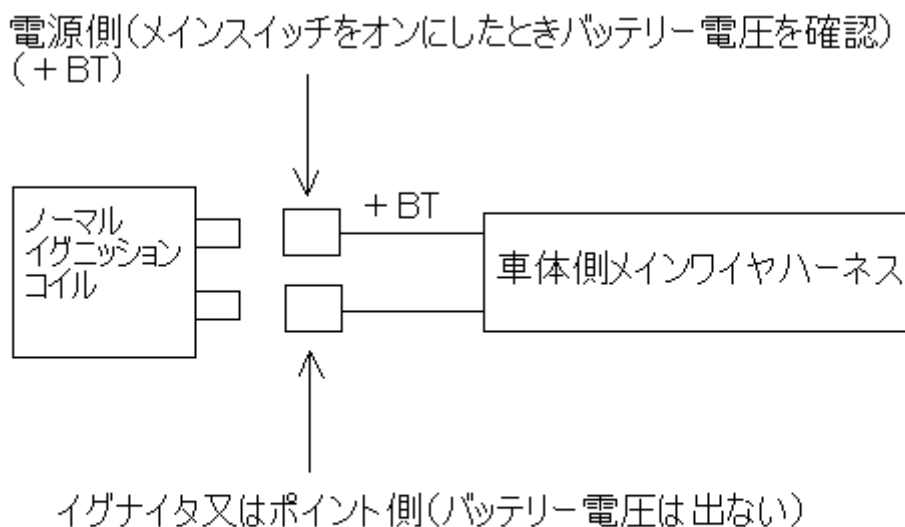

図1 電源側の確認
- ① ノーマルイグニッションコイルを取り外して下さい。取り外した後、車体側の配線端子で電源側、イグナイタ側をテスターで確認して下さい(図1参照)
- ② SPⅡパワーコイルとプラグコードを7、8ページ「プラグコードコネクタ装着方法」に従って接続して下さい。コード／キャップは、高電圧によるリーク防止の為、新品又は同様品を使用して下さい。
- ③ SPⅡパワーアンプの位置を設定し両面接着シートで固定して下さい。アンプは熱を発生しますので風通しに十分注意してください。